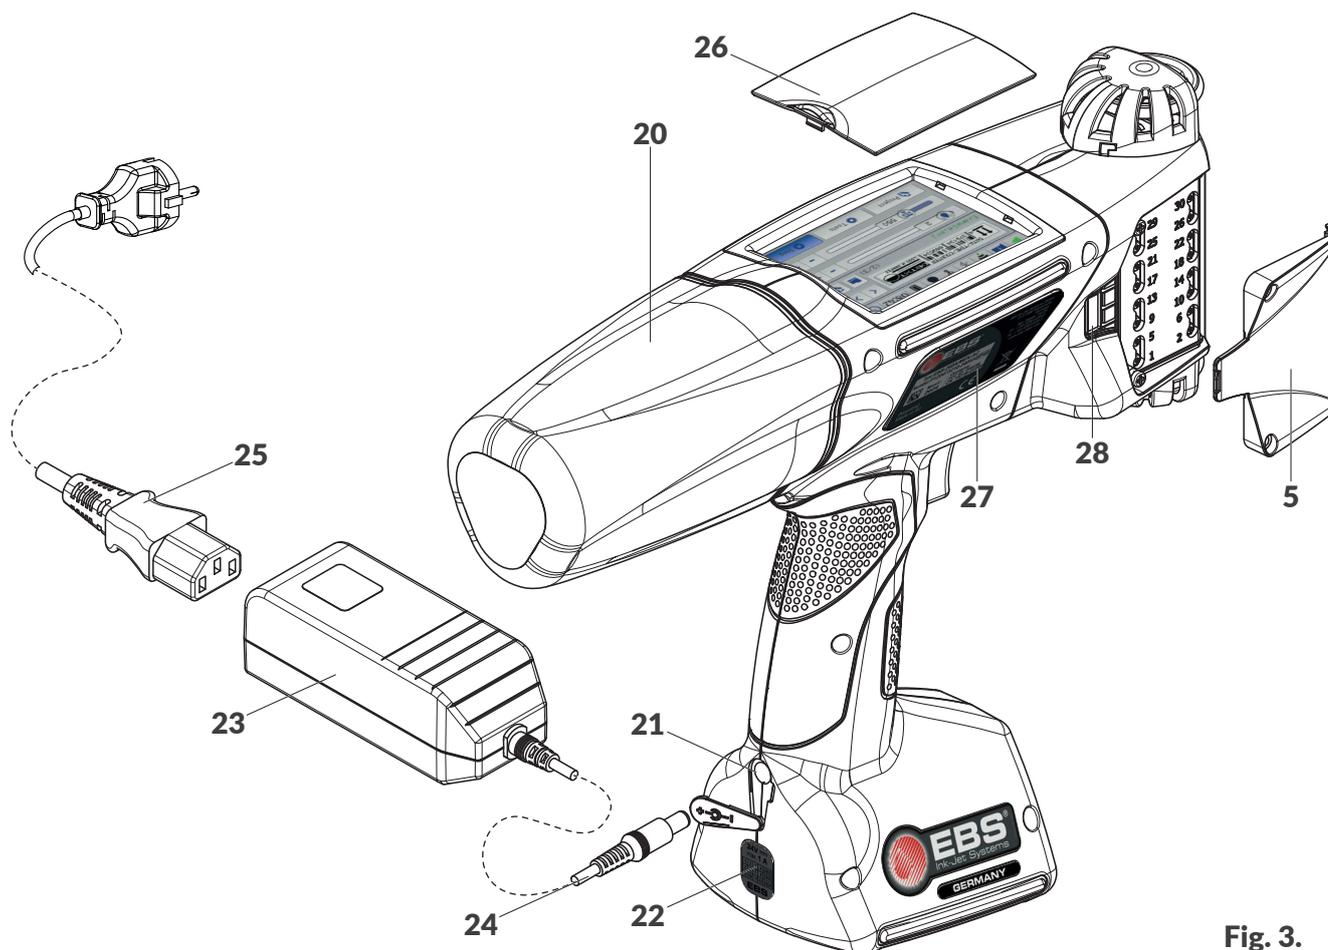

Fig. 3.
* Secondo il Paese, la spina di rete può essere differente da quella raffigurata su Fig. 3.
La presa (**28**; vedi **Fig. 3 a pagina 15**) è accessibile dal lato destro o dal lato sinistro della stampante dopo lo svitamento del coperchio **5** che protegge le viti per sintonizzare il gruppo stampante.
* Secondo il Paese, la spina di rete può essere diversa da quella raffigurata su Fig. 3 a pagina 15.